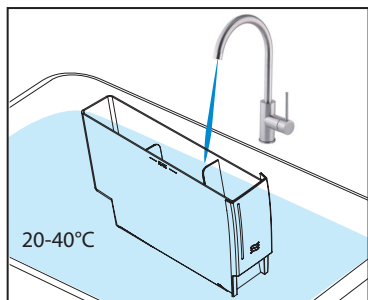

Abb. 3
3. Den Wassertank gründlich mit sauberem Wasser (20–40 °C) spülen. (siehe Abbildung 3).